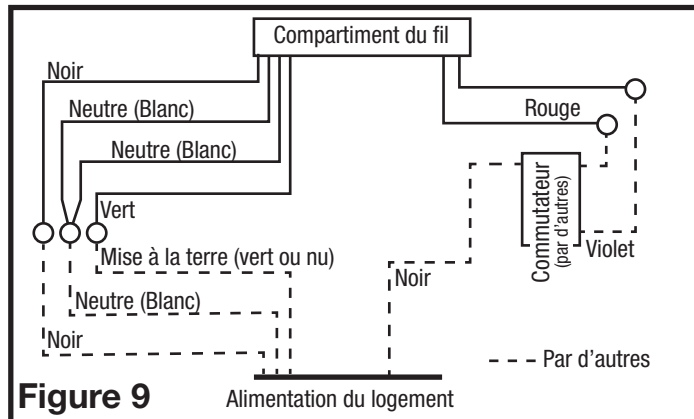

Figure 9
3. Fixez les fils électriques au logement avec une prise électrique approuvée. Pour les ventilateurs à deux vitesses, raccordés pour une ventilation continue, connectez les fils blanc du ventilateur au fil blanc (neutre) de la source d'alimentation. Connectez le fil de terre de la maison au fil vert du boîtier du ventilateur. Connectez le fil noir du ventilateur au fil noir (chaud) de la source d'alimentation. Le ventilateur fonctionnera à faible vitesse, en continu, et augmentera à haute vitesse lorsqu'un mouvement est détecté. Utilisez un interrupteur à bascule standard duplex, correctement mis à terre (comme Leviton 5224-2W, non inclus) pour relier le fil noir de la source d'alimentation à un côté de l'interrupteur du haut et du bas. Connectez le fil rouge (lumière) du boîtier du ventilateur à l'autre côté de l'interrupteur du haut et connectez le fil violet (veilleuse) du boîtier du ventilateur à l'autre côté de l'interrupteur du bas. Un interrupteur à commande manuelle (non inclus) peut être utilisé pour éteindre manuellement le ventilateur (Figure 9).